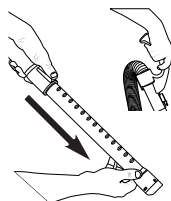

Fig. 2
2. Extienda la varilla pulsando el botón hacia delante y tirando de la varilla más pequeña hacia fuera de la varilla más grande (Fig. 2).